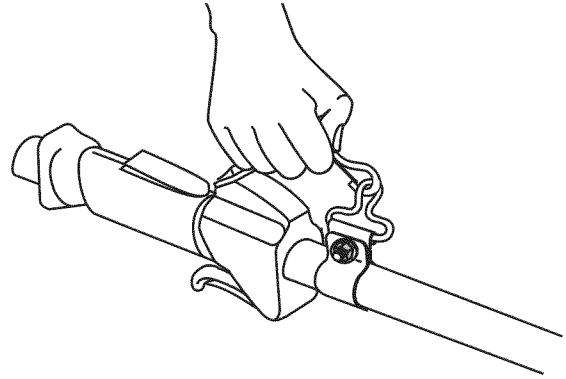

Fig. 6
3. Colóquese el arnés por la cabeza sobre el hombro izquierdo. Encájelo sobre el enganche de apoyo (Fig. 6).